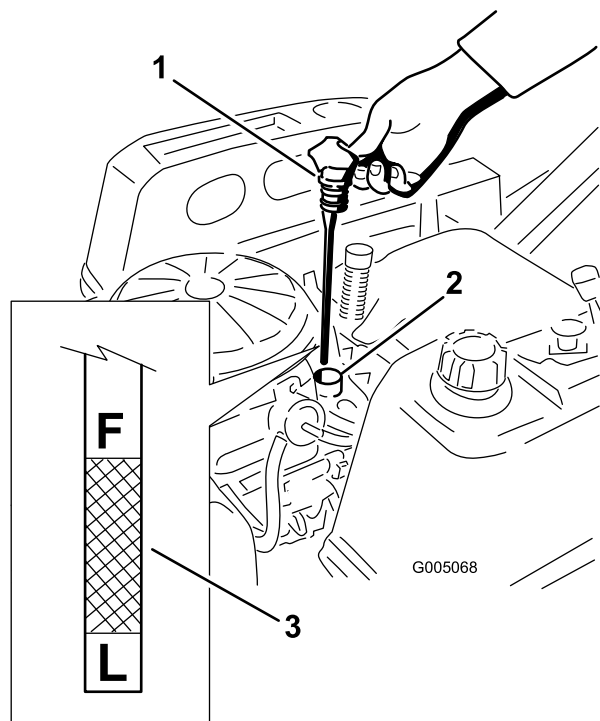

Figura 36
5. Inserite l'asta di livello e premete con forza in sede (Figura 36).
6. Rimuovete l'asta e controllate il livello dell'olio (Figura 36).
9. Rimuovete il tappo dell'olio e l'asta di livello (Figura 36).
19. Versate lentamente nel tubo di rifornimento (Figura 36) l'80% circa dell'olio indicato.
20. Montate il tappo dell'olio e l'asta di livello e spingete saldamente in sede (Figura 36).
21. Controllate il livello dell'olio (Figura 36); fate riferimento a Controllo del livello dell'olio motore (pagina 31).
23. Montate il tappo dell'olio e l'asta di livello e spingete saldamente in sede (Figura 36).